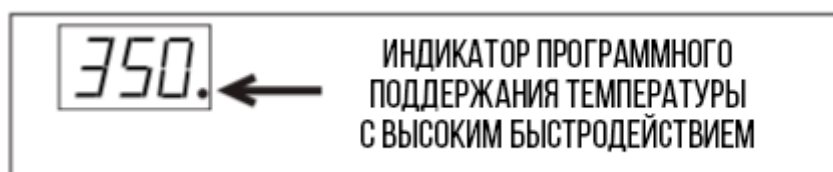

Рисунок 1
4. Настраивать температуру воздуха можно с помощью кнопок «Увеличить» (UP) и «Уменьшить» (DOWN) на панели станции.
5. Когда температура стабилизируется, на цифровом индикаторе температуры в нижнем правом углу начнет мигать точка (разделитель целой и дробной части). Это значит, что программа станции измеряет и поддерживает фактическую температуру каждую миллисекунду. Термофен переходит в режим стабильной работы с поддержанием точной постоянной температуры нагрева с высоким быстродействием (рисунок 1).